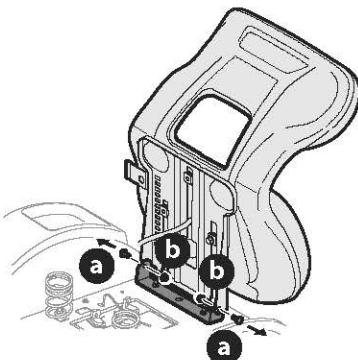

Figure 2
- Retirez les deux boulons à épaulement (a) et les deux écrous autobloquants (b) du plateau du siège (Figure 2).